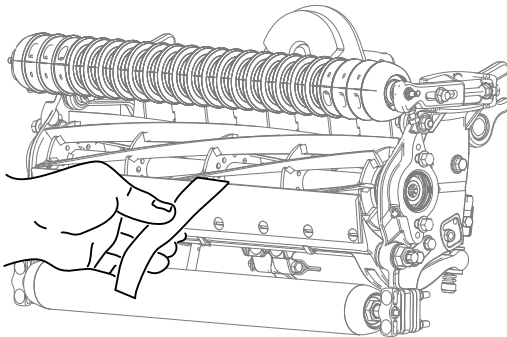

Figura 20
2. Verificate le prestazioni di taglio inserendo una lunga striscia di carta di verifica del taglio (n. cat. Toro 125-5610) tra il cilindro e la controlama, perpendicolarmente alla controlama (Figura 20). Ruotate lentamente il cilindro in avanti; questa operazione dovrebbe tagliare la carta.